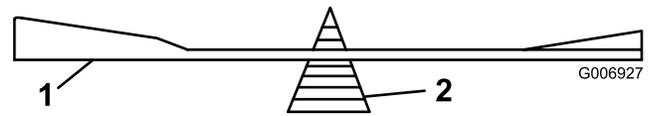

Bild 32
2. Überprüfen Sie die Auswuchtung jedes Messers auf einer Ausgleichmaschine (Bild 32). Wenn das Schnittmesser in seiner horizontalen Position bleibt, ist es ausgewuchtet und kann wiederverwendet werden. Feilen Sie, wenn das Schnittmesser nicht ausgewuchtet ist, an der Rückseite des Messers etwas Metall ab. Wiederholen Sie diesen Vorgang, bis das Messer ausgewuchtet ist.